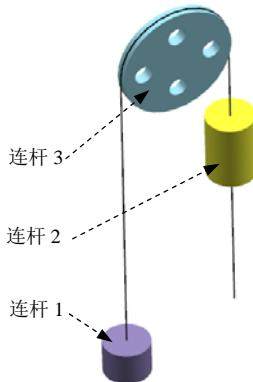

图 5.3.1 滑轮机构模型
图 5.3.1 所示的滑轮机构中，假设右边重物质量大，左边重物质量小，在运动过程中，右边重物下降将左边重物提升起来。建立机构模型时，需要定义两个物体滑动副，且滑动副的矢量方向相反，还要定义滑轮的旋转副，右侧重物和滑轮之间的齿轮齿条副以及两重物之间的线缆副。线缆副的添加需要选择线缆两边滑动副，在其中一个滑动副中定义一个驱动即可。
Step5. 定义连杆1。选择下拉菜单**插入(⑤)** → **链接(L)** 命令，系统弹出“连杆”对话框；选取图5.3.1所示的左边重物为连杆1；在**质量属性选项**下拉列表中选择**自动**选项；在**设置**区域中取消选中**固定连杆**复选框；在**名称**文本框中采用默认的连杆名称“L001”；单击**应用**按钮，完成连杆1的定义。
Step6. 定义连杆2。选取图5.3.1所示的右边重物为连杆2；在**质量属性选项**下拉列表中选择**自动**选项；在**设置**区域中取消选中**固定连杆**复选框；在**名称**文本框中采用默认的连杆名称“L002”；单击**应用**按钮，完成连杆2的定义。
Step7. 定义连杆3。选取图5.3.1所示的滑轮零件为连杆3；在**质量属性选项**下拉列表中选择**自动**选项；在**设置**区域中取消选中**固定连杆**复选框；在**名称**文本框中采用默认的连杆名称“L002”；单击**确定**按钮，完成连杆3的定义。